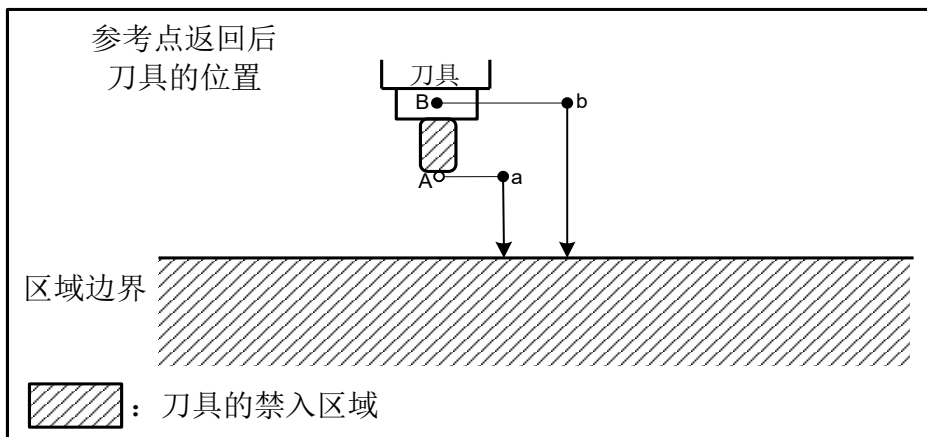

图 2-6-4 设置禁入区域
- 3) 禁入区域的检查点：在对禁入区域进行编程之前，请确认检查点位置（刀尖或刀套的顶部）。如图2-6-4中所示，如检查点为A（刀尖），距离“a”应该被设置为存储功能检查中的数据；如检查点为B（刀套），距离“b”应该被设置为存储功能检查中的数据。当检查点为A（刀尖），并且刀具的长度随刀具不同而变化时，则应按最长的刀具设置禁入区域，这样可以保障运行安全。